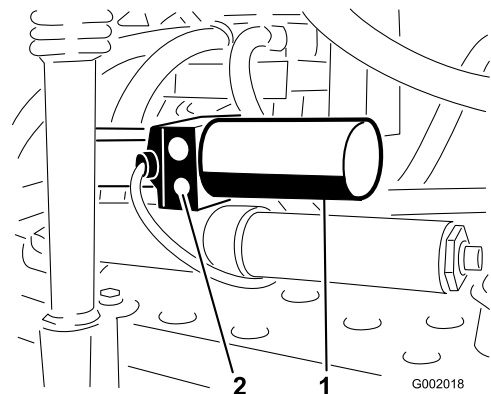

Bild 72
1. Ermitteln Sie das manuelle Überdruckventil am Aktuator jedes Auslegers. Das manuelle Überdruckventil ist das kleinste Ventil. Es befindet sich nur an einer Seite des Aktuators (Bild 72).